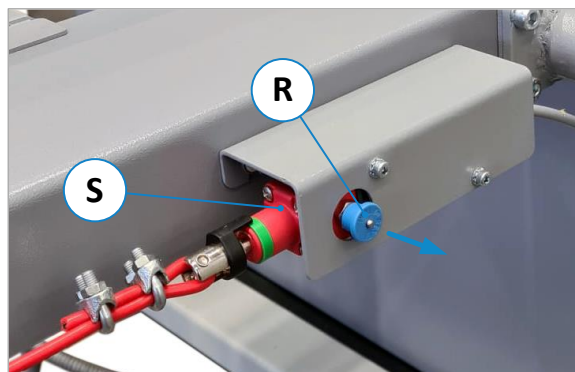

Abbildung 39: Not-Halt-Zustand zurücksetzen
- Die Not-Halt-Situation wird durch den Reißleinschalter (S) ausgelöst (siehe ⇒ Abbildung 39).